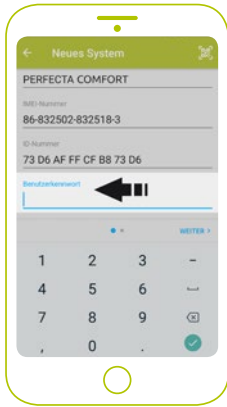

Abb. 27. Stelle zur Eingabe des Benutzerkennwortes (Codes des Benutzers).
6. Geben Sie den Code des ausgewählten Benutzers ein. (Abb. 27.)